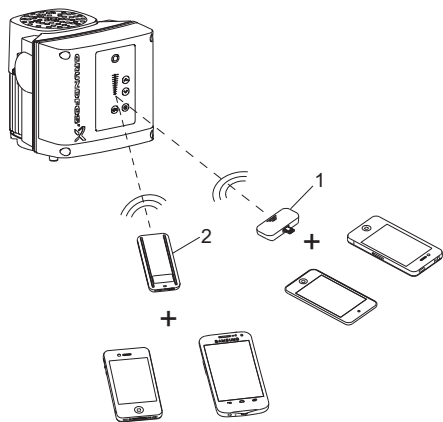

Рис. 22 Связь между Grundfos GO Remote и насосом посредством радио- или инфракрасного сигнала
Grundfos GO Remote работает с двумя различными мобильными интерфейсами (MI). См. рис. 22.